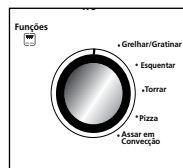

Figura 2
- 2. Botão seletor de função:** selecione a função de cocção girando o botão para a graduação desejada. (Veja Figura 2)